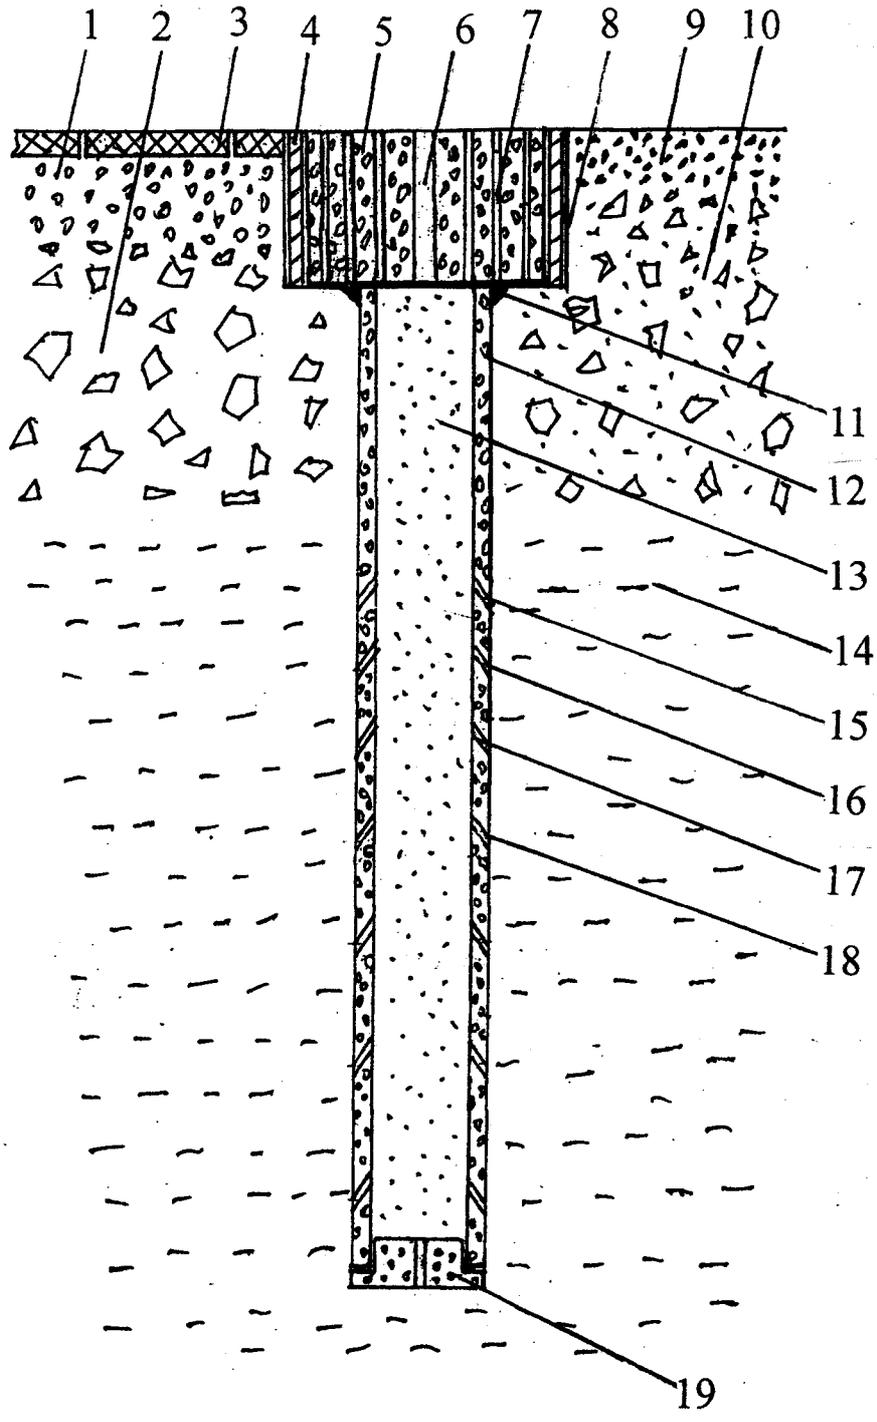

图1
[0053] 图1是浇筑的水泥沙芯管安放在不渗水的硬路面的剖面图。
[0055] 图1中的(1)是水泥路基,(2)是大石块路基,(3)是地砖,(4)是不锈钢管,(5)是水泥盖,(6)是水泥盖中间的进水大孔,(7)是水泥盖上的进水小孔,(8)是台阶大孔,(9)沥青路面,(10)是混合料路基,(11)是沙芯管口的水泥封口,(12)是水泥沙芯管,(13)是沙子,(14)是泥土层,(15)是第一排渗水小孔,(16)是第二排渗水小孔,(17)是第三排渗水小孔,(18)是第四排渗水小孔,(19)是水泥管堵头。
[0058] 长久自然给大树根补充雨水的沙芯管装置和实施方法, 沙芯管的设置目的是长久性, 实际目标就是尽可能的使用时间长, 因此, 采用水泥管和不锈钢管, 铸铁管生锈不可能特别长久, 塑料管也只有几十年的寿命, 图1是采用浇筑的水泥管作为沙芯管的实施原理图, 硬路面就是指沥青路(9)或者水泥路, 还有铺地砖(3)的地面, 铺的地砖下面都是用水泥路基(1)做为地砖的衬垫, 水泥路基(1)下面是大石块路基(2), 这类硬路面建设的好, 是不渗水的硬路面, 制作浇筑的渗水水泥沙芯管(12), 管子内径8~15公分是考虑需要渗水少就采用内径小的, 需要渗水多的就采用内径大的, 壁厚1.5~2.5公分是兼顾小管径壁薄, 大管径壁厚, 管子强度有保障, 长度65~160公分, 是兼顾各种树木的根深浅不同设置的, 为了保护硬路面, 从管口向下30~80公分开始设置渗水孔, 或者路基层下面10公分以后再设置渗水孔, 水泥管的渗水孔设置成斜度的, 可以防止泥土回灌进管子里, 从内孔斜向外60度的直径0.5公分的渗水小孔是: (13)、(14)、(15)、(16), 管子一周渗水小孔设置3~8个, 孔的多少是根据设定需要渗水多少而设定, 从上向下第二排渗水小孔(14)距第一排渗水小孔(13)有8公分的距离, 第三排渗水小孔(15)距第二排渗水小孔(14)有11公分的距离, 第四排渗水小孔(16)距第三排渗水小孔(15)有14公分的距离, 再下面的管子上每增加一排渗水小孔, 孔距增加3公分, 直到管子底部, 水是向下渗的, 上部分的渗水小孔设置的多, 目的是让上部分多渗点水, 以达到上下渗水一样多, 根据实际效果, 渗水孔密度可以调整, 管子底部用水泥堵头(19)封死, 中间设置一个直径0.5公分的通孔, 堵头不让水都从管子最下面快速渗走, 留一个小孔让管子内不会存水。